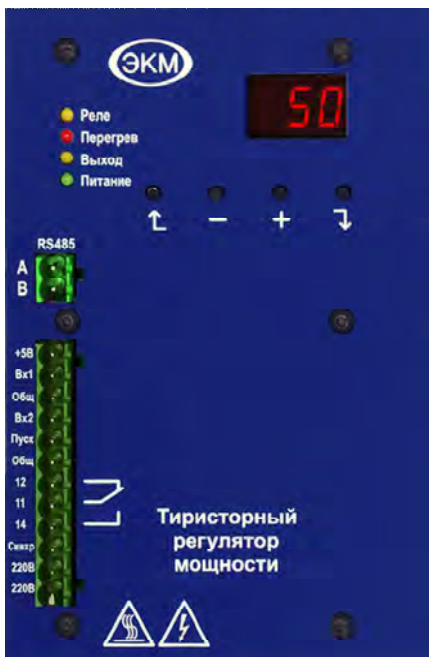

Рис. 7
- На лицевой панели регулятора (рис. 7) расположены: